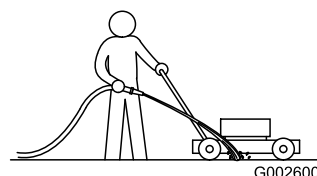

Рисунок 15
3. При работающем двигателе и включенном ноже направьте струю воды перед **правым** задним колесом (**Рисунок 15**).